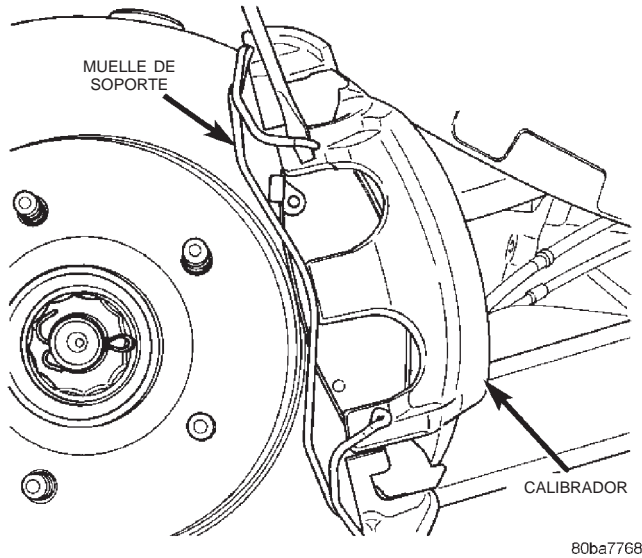

Fig. 24 Muelle de soporte del calibrador
(5) Retire el perno banjo de la manguera de freno y las arandelas de junta.
(6) Retire el muelle de soporte del calibrador haciendo palanca en el muelle hacia afuera del calibrador (Fig. 24).